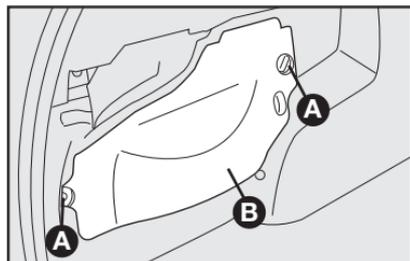

fig. 27
16) Para Palio Weekend, recoloque la tapa **B-fig. 27** apretando los tornillos **A**.